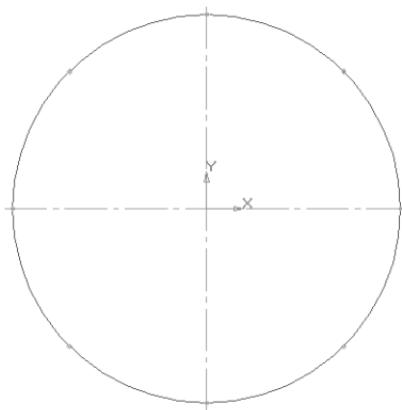

Рис. 72
- разделите окружность на 8 равных частей (начало деления верхняя точка пересечения окружности и вертикальной оси симметрии) – рис. 72;